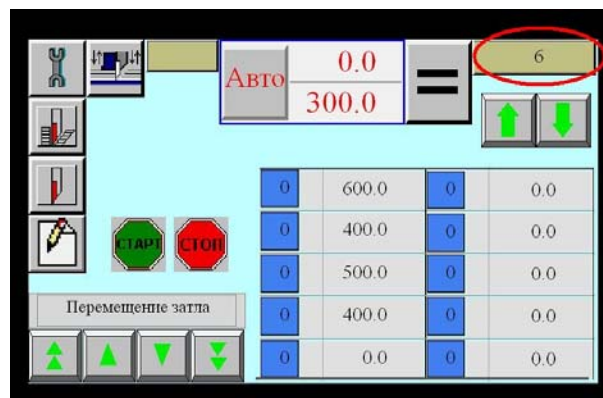
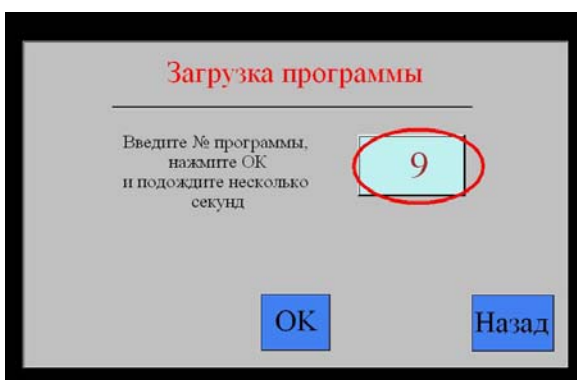

Рисунок 2.13
Рисунок 2.14
**Вызов программы.** Находясь в основном меню, нажмите на номер программы (Рисунок 2.13). Откроется меню выбора программы. Нажмите на окно ввода программы (Рисунок 2.14) и с помощью появившейся цифровой клавиатуры введите номер требуемой программы. (Рисунок 2.13). Затем нажмите клавишу **Ок** и удерживайте ее не меньше 3-х секунд. Будет загружена выбранная программа и вы вернетесь в основное меню. Если после выбора номера нажать кнопку **Назад**, то после возврата в основное меню данные не будут загружены из постоянной памяти, несмотря на то, что номер программы изменится.